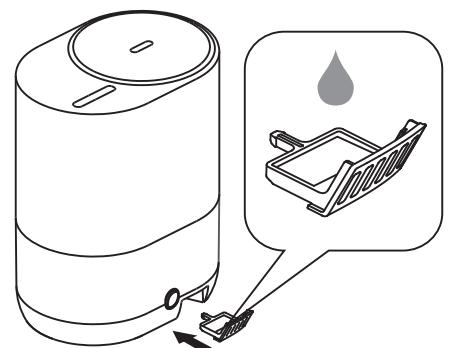

Рис. 3. Использование функции ароматизации
Функция ароматизации	Аромакапсула находится с обратной стороны базы прибора (рис. 3). В нее можно добавлять эфирные масла и ароматизаторы для создания в комнате атмосферы уюта и комфорта. В сезон простуд в аромакапсулу можно добавлять, например, эвкалиптовое эфирное масло для профилактики простудных заболеваний. Как воспользоваться функцией ароматизации смотрите в разделе "Ввод в эксплуатацию".
4. Если вы хотите воспользоваться функцией ароматизации воздуха, однократно нажмите на контейнер для ароматерапии, достаньте его из прибора, добавьте несколько капель эфирного масла на губку и вставьте контейнер обратно в прибор нажатием на него (рис. 3). Вы можете использовать любые эфирные масла или ароматические вещества.